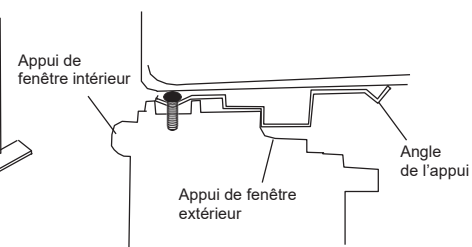

Fig. 12
2. Placez le caisson dans la fenêtre, l'angle inférieur de l'appui de fenêtre bien en place sur la fenêtre, comme indiqué. Abaissez temporairement la fenêtre derrière l'angle supérieur afin de maintenir le caisson en place (Fig. 12).
Étape 2. Tracez une ligne sur le panneau d'isolation R1 fourni d'une longueur de 1/8 po (3 mm) de moins que la largeur mesurée à l'étape 1, puis coupez le panneau d'isolation R1 en suivant la ligne (Fig. 12).